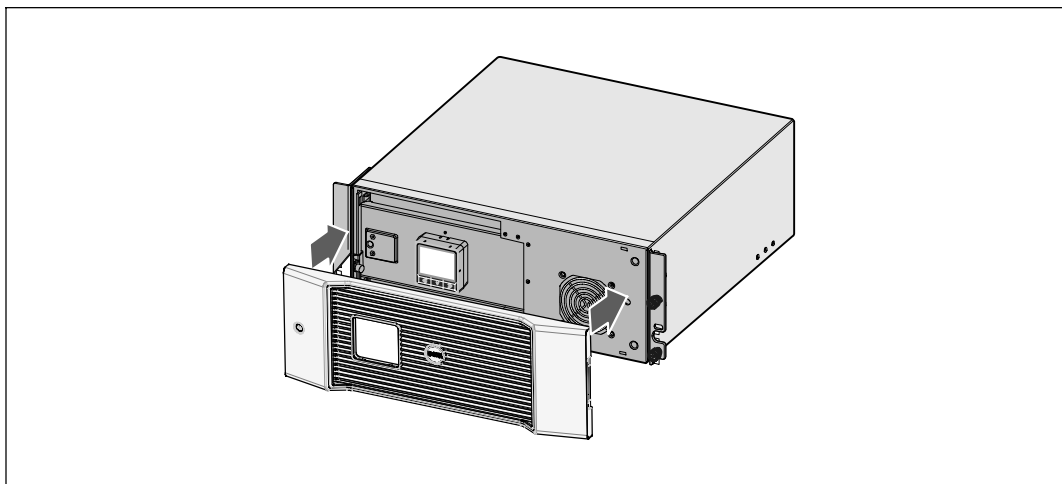

図 29. UPSのフロントカバーの取り外し方法
- 5 UPSのフロントカバーを取り外します（図 29を参照）。